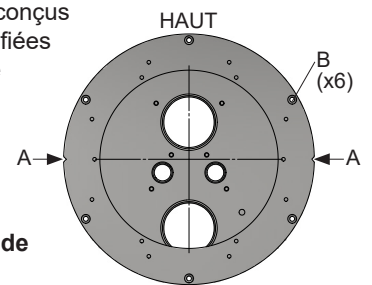

Figure. 1
Tout assemblage de pièces en acier inoxydable doit être effectué avec des outils uniquement conçus pour ce matériau afin de préserver la résistance à la corrosion. Toutes les vis doivent être lubrifiées avec du Molykote® (fourni). La niche doit être montée horizontalement avec les boutons sur le côté inférieur. Le bord de bride de la niche comporte de petites encoches (A) qui facilitent le marquage et le contrôle du placement horizontal, voir fig. 1.